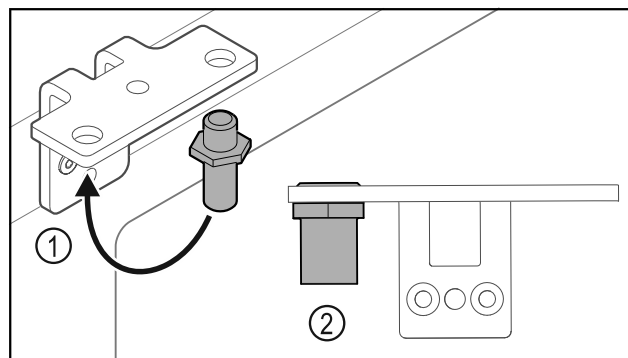

Fig. 33
- ▶ Helyezze át a csuklópántban a csapszeget Fig. 33 (1).
- ▶ Húzza meg a csapszeget Fig. 33 (2) **12 Nm-es forgatónyomatékkal**.